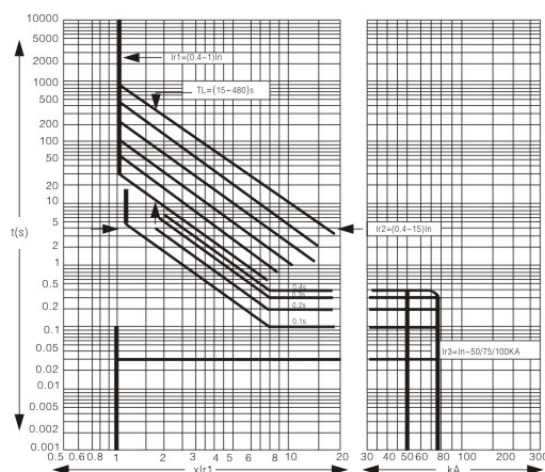
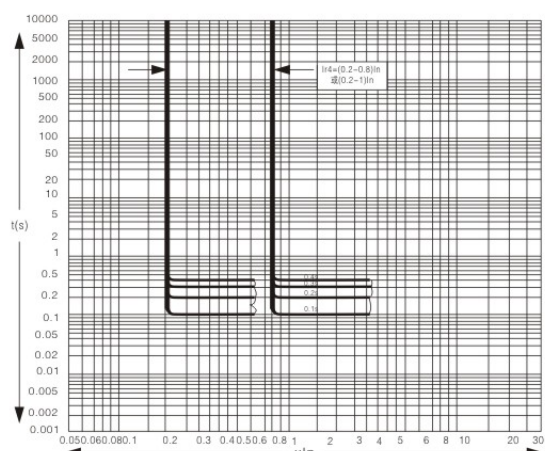

图1
图2
4.1.4 过电流脱扣保护特性见图1，接地故障保护特性见图2